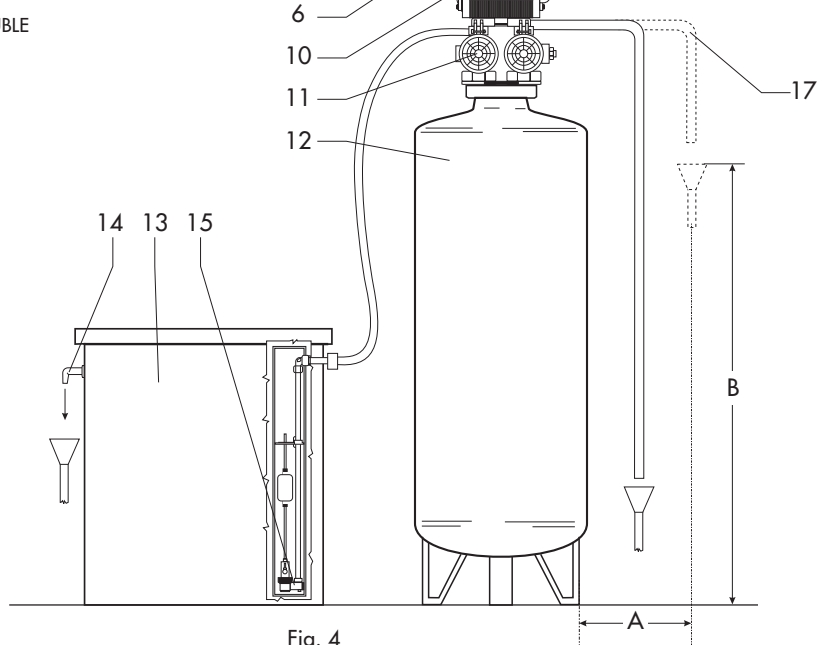

Fig. 4
- Brancher hydrauliquement comme sur le schéma Fig. 4, relier l'entrée de l'eau dure et la sortie de l'eau adoucie comme indiquent les flèches sur la vanne.